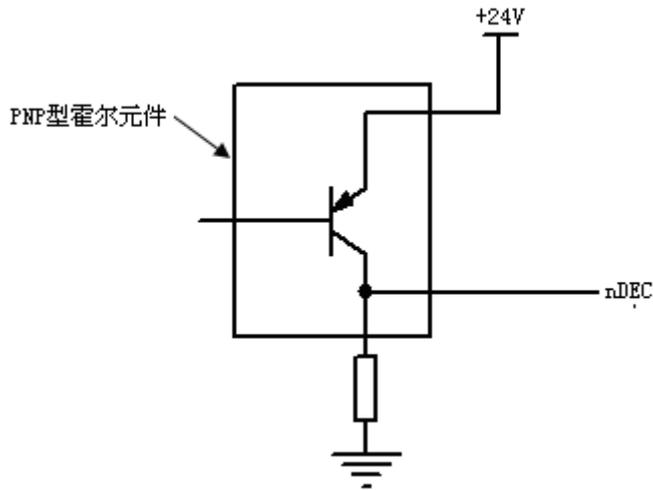

图 2-1-11 用 PNP 型霍尔元件的连接
③ 用一个 PNP 型霍尔元件做减速信号时的连接方法如下图 2-1-11 所示: